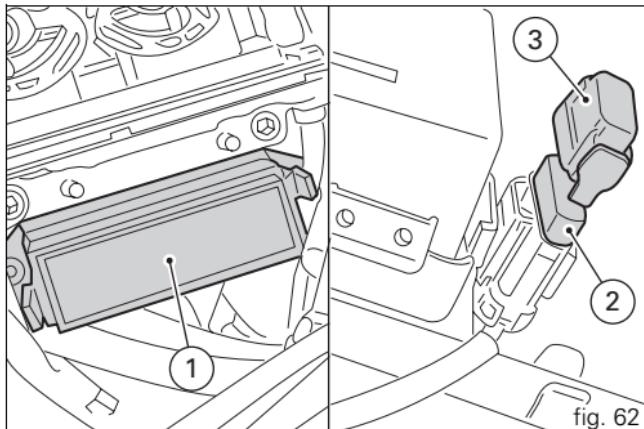

fig. 62
La caja principal de los fusibles está a la izquierda de la batería (fig. 62).
El fusible de 40A (2) a la derecha de la batería (fig. 62) protege el regulador electrónico.